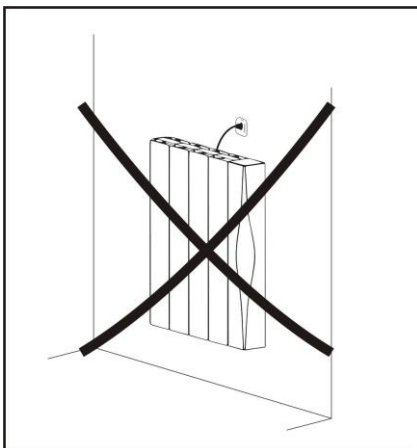

Abbildung 8
- Das Gerät darf nicht unmittelbar unter der Steckdose platziert werden! Abb.8